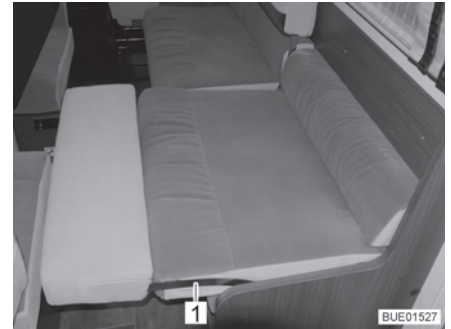

Fig. 98 Regolazione del cuscino per la nuca
- Spingere leggermente in dentro il cuscino del divano nell'area di manovra della staffa di metallo (Fig. 98,1).